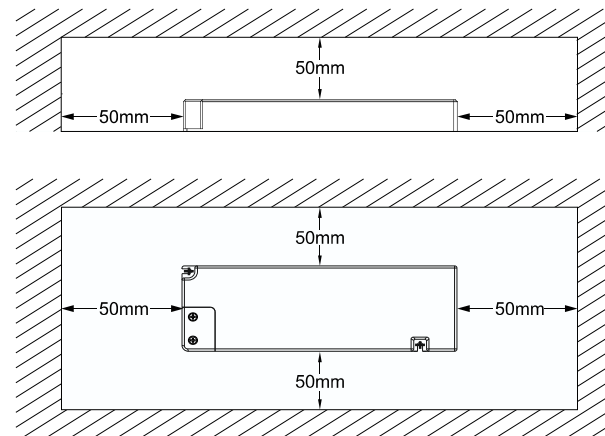

Рис. 2
- Схема подключения источника питания показана на Рис. 2.